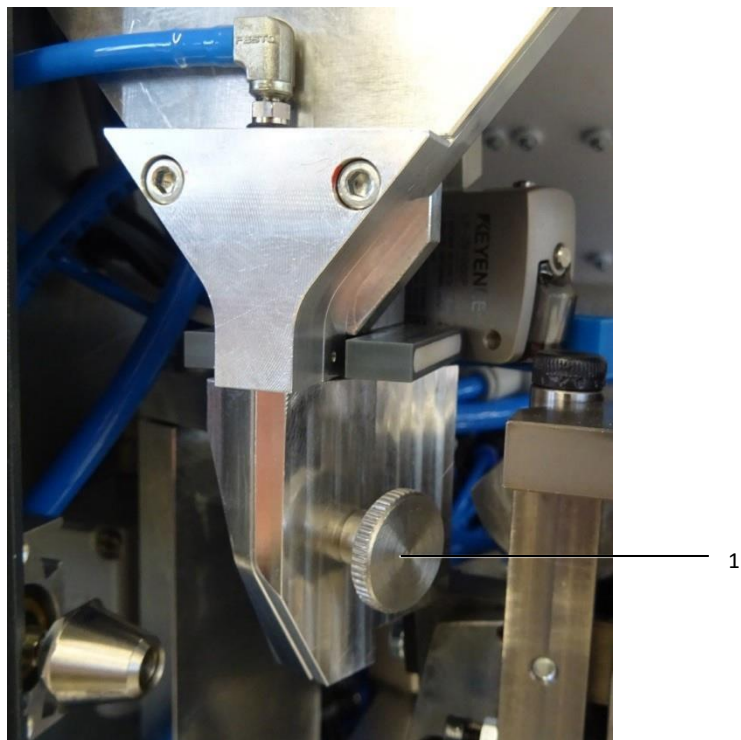

Bild 17: Fallrör
- Ta bort locket till fallröret. Lossa den räfflade skruven (bild 17, pos. 1).